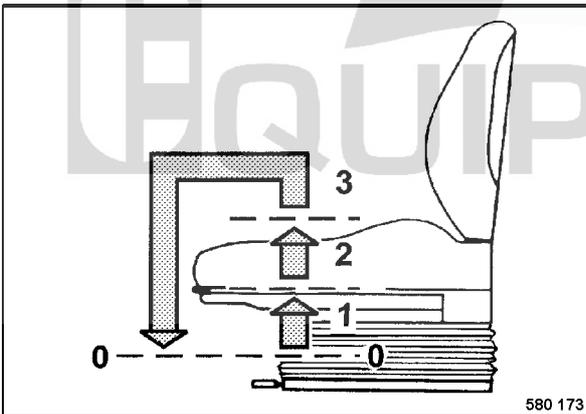

fig. 70
- Ajuster le siège verticalement. Pour ce faire, soulever le siège (fig. 70), jusqu'à ce qu'il prenne l'encoche au niveau souhaité.